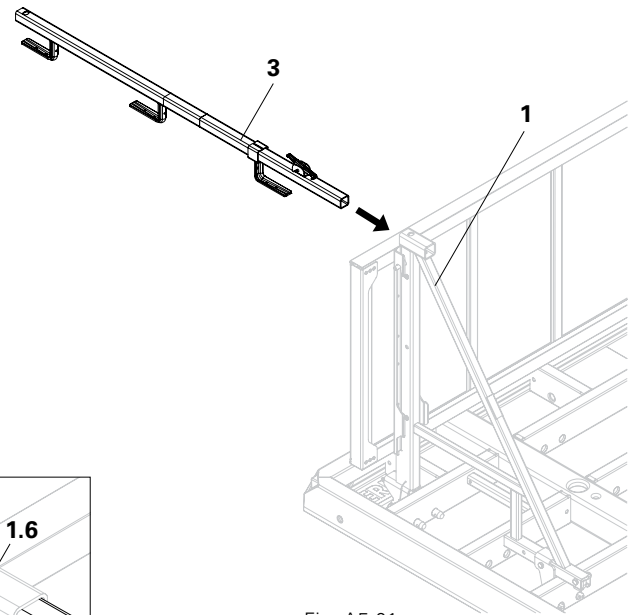

Fig. A5.01
Introduire le montant de garde-corps MXK (3) dans le logement (1.6) de la console MXK (1), jusqu'à ce que le crochet de sécurité (3.1) s'engage dans le trou (1.7). (Fig. A5.01 + A5.02a)